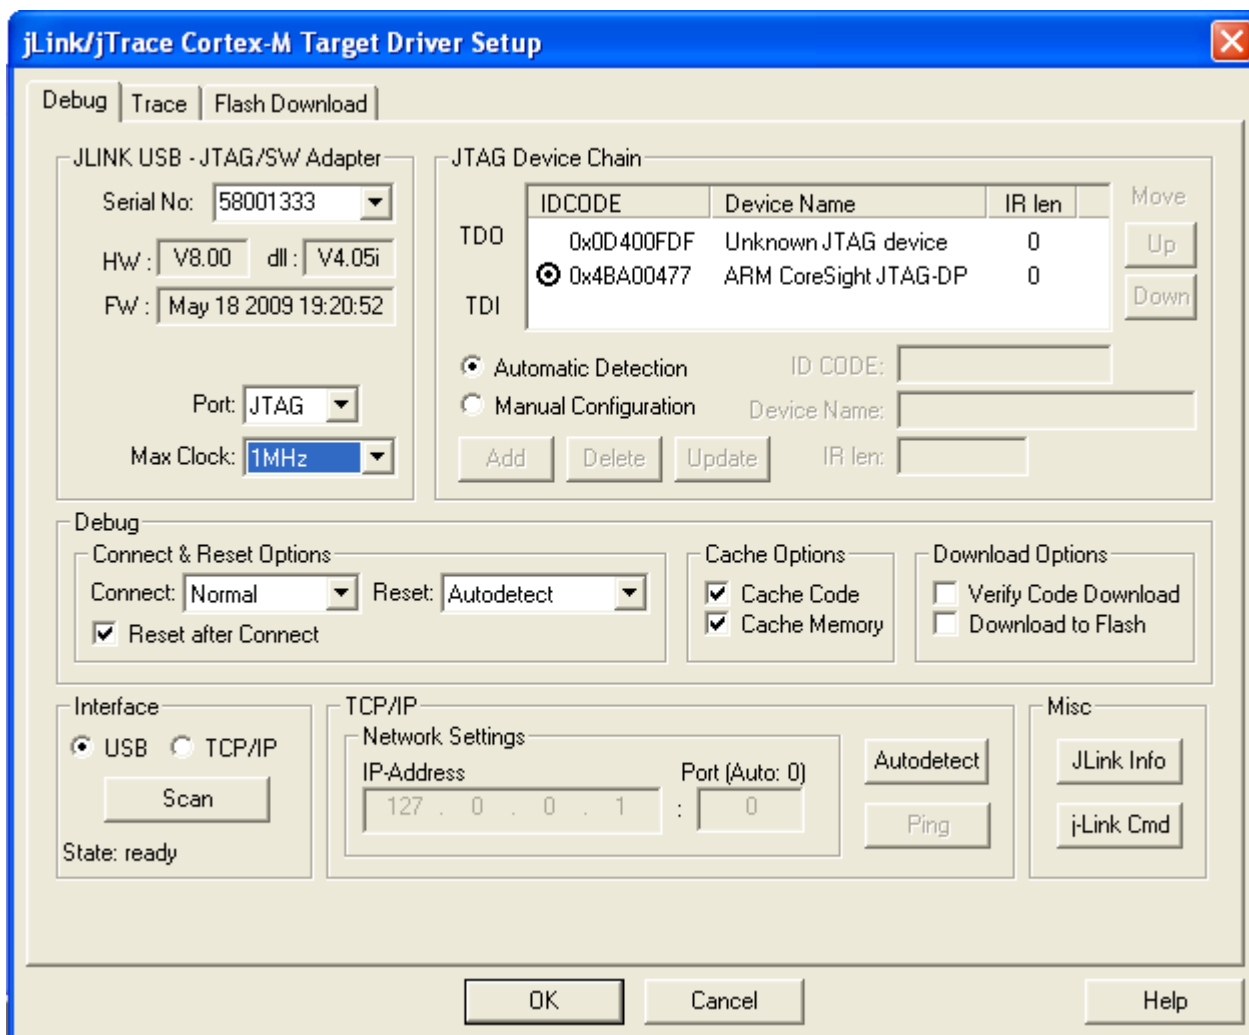

Рис. 5
- 3.5. Далее нужно снова вызвать Project Options и в закладке Debug нажать кнопку Settings. В поле JTAG Device Chain должны быть отображены два устройства, это микропроцессорное RISC ядро и DSP ядро, которое не распознается средой Keil (Unknown JTAG device) (рис. 5):